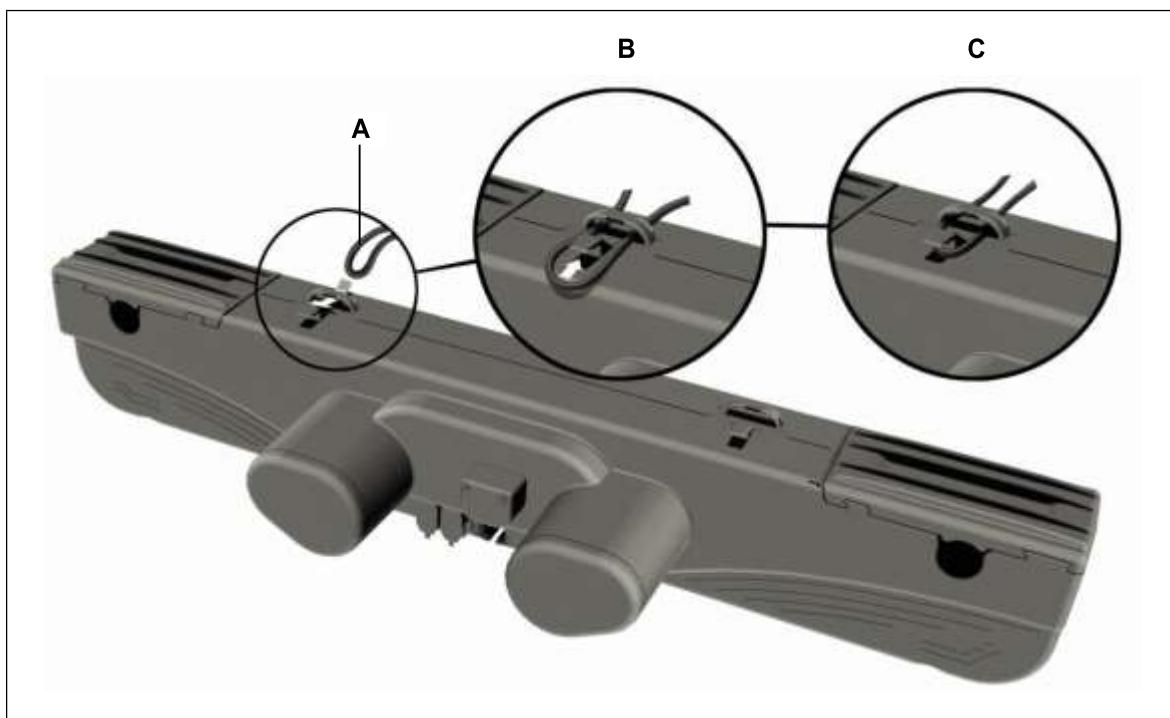

Figura 14 Passar o cabo pelo mecanismo de alívio de tensão
- 2 Passe o cabo do aparelho pelo fecho de alívio de tensão e puxe-o suavemente para trás, como ilustrado na Figura 14.